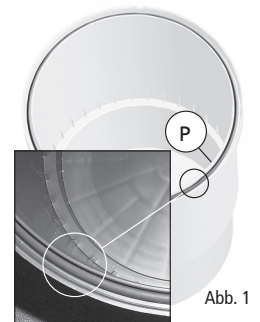

Abb. 1
- Vor der ersten Inbetriebnahme müssen Sie den Filterdeckel-O-Ring (P) montieren, der in einem separaten Plastikbeutel mitgeliefert wird. Dieser O-Ring muss ordentlich an seinem Platz oben am Filterkanister eingesetzt werden. (Abb. 1)